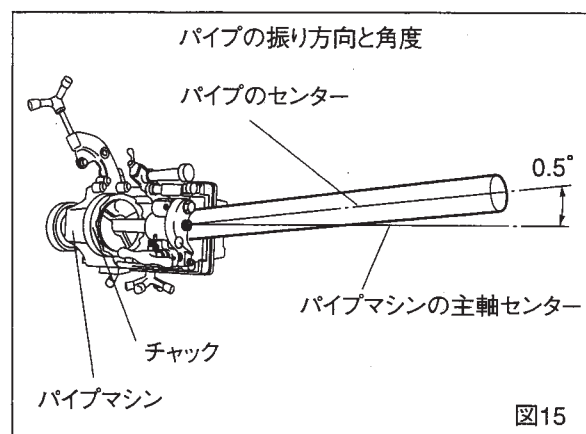

図15
③ パイプの振り調整(図15)
また、振る方向は必ず、図15に示す方向に振ってください。
パイプは必ず、図15の方向に振ってください。